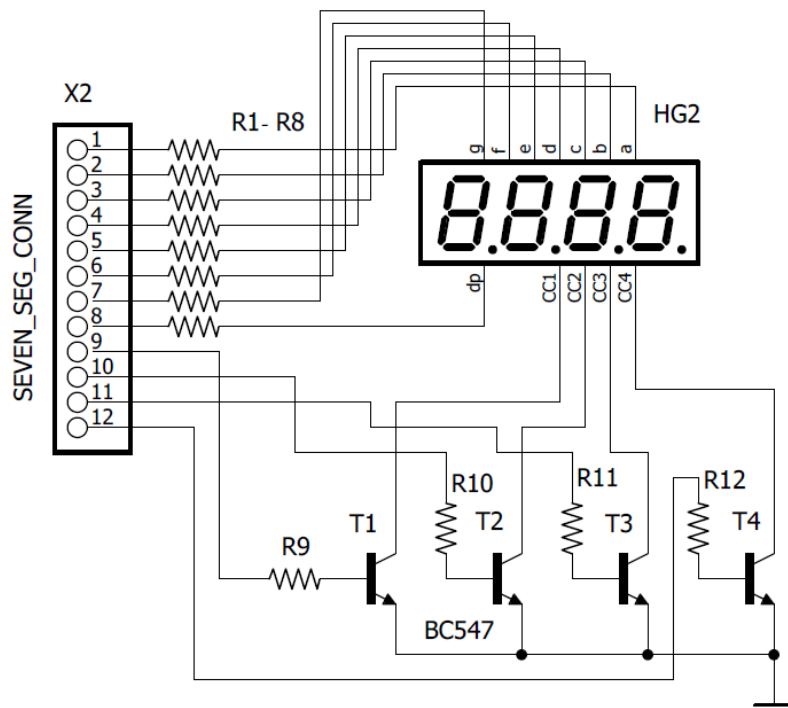

Рис.3.2. Схема 4 розрядного семисегментного LED-індикатора
Схема 4 розрядного семисегментного LED-індикатора наведена на рис.3.2. Чотирьох розрядний семисегментний індикатор має 12 контактів. 8 контактів призначені для 8 світлодіодів на кожному з семисегментних індикаторів; інші 4 контакти призначені для вибору розряду індикатора.
Для роботи з 74HC595 виводи 16 (VCC) та 10 (SRCLR) повинні бути підключені до 5 В, а виводи 8 (GND) та 13 (OE) повинні бути підключені до землі. Для цього необхідно перевести перемикач 2 SW1 в положення «On». Контакти 11, 12, 14 необхідно з'єднати з трьома цифровими портами Arduino через з'єднувач X4. З'єднувач X3 потрібно з'єднати з відповідними контактами (1-8) X2 (рис.3.2).